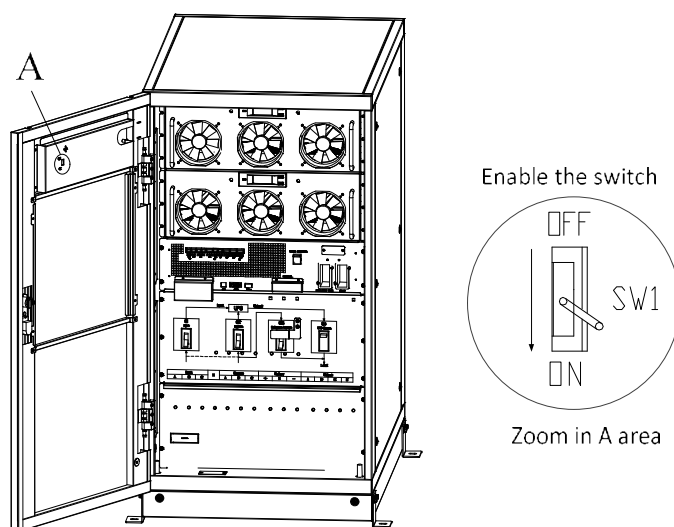

Figure 5-1 Bouton d'activation
- 2) Maintenir appuyé le bouton « BYP » de la face avant (à coté de l'écran) plus de 2 secondes. Pour que cette action soit possible, il faut que l'inter derriere la porte soit sur ON. Voir la Figure 5-1.
- (b) Maintenir appuyé sur le bouton 'INV' de la face avant (à coté de l'écran) plus de 2 secondes pour basculer en mode normal. Le bouton d'activation à l'arrière de l'armoire doit être sur ON. Voir Figure 5.1.